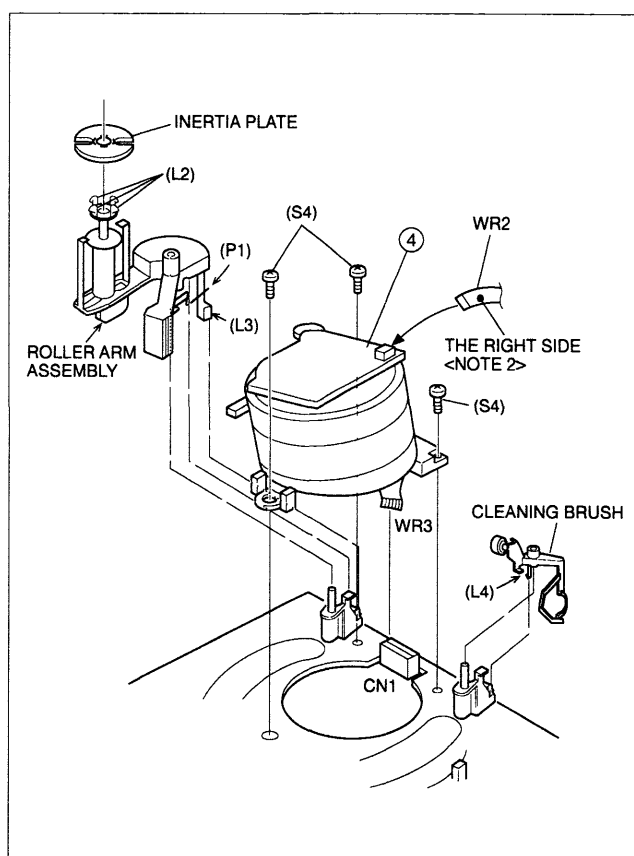
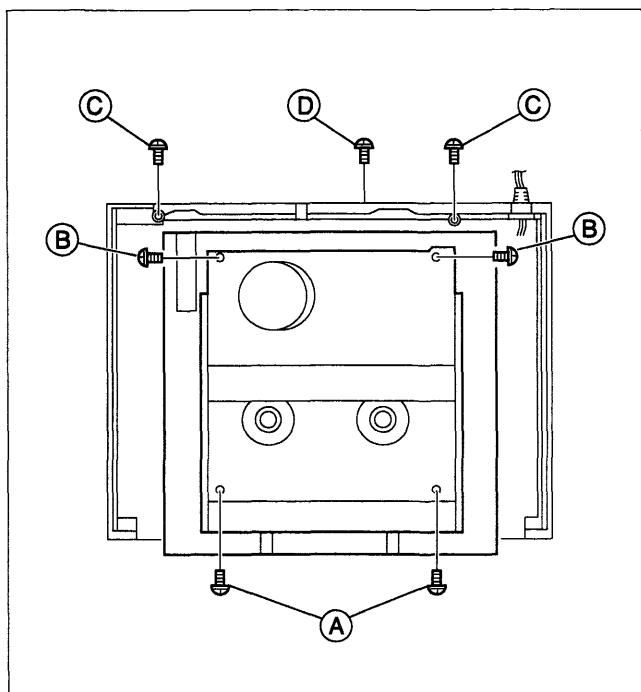

Fig. D4
Fig. 1-4-1
- (1) Remova a tampa superior e o Painel Frontal. (Veja 1 3 MÉTODO DE MONTAGEM E DESMONTAGEM Tome cuidado de não puxar os fios do Cilindro (Fig D4) do CN1)
- (2) Abaixe o compartimento cassete, e faça os preparativos necessários a fim de remover os parafusos do mecanismo (Ver Procedimento para abaixar o compartimento cassete na página 5 de 1 3 MÉTODO DE DESMONTAGEM E MONTAGEM).
- (3) Retire os dois parafusos ①, dois parafusos ② como mostra a Fig 1-4-1
- (4) Remova os cabos CN2 e CN3005 do Painel Principal, e CN1004 do Painel 2D S-VHS
- (5) Retire os dois parafusos ③ do Painel Principal e o parafuso ④ da tampa inferior (Veja Fig 1-4-1)
- (6) Remova a trava ⑤ enquanto levanta a borda do Painel Principal, então remova o painel e o mecanismo juntos Neste estágio tome cuidado com os cabos e os conectores RCA na parte posterior do Painel